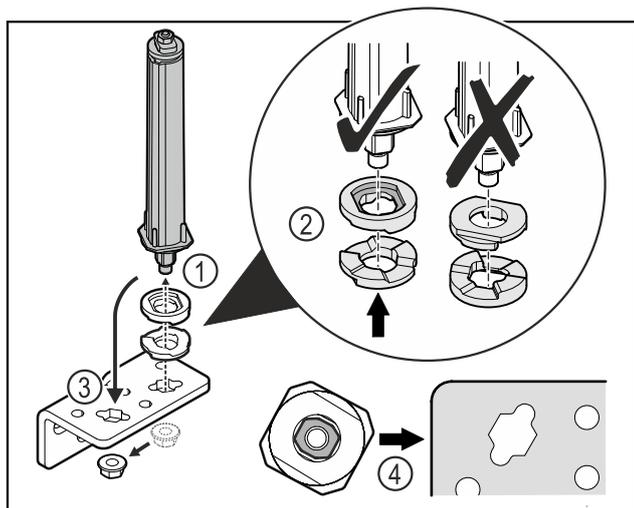

Fig. 34
- ▶ Mutter lösen und Türschließsystem entfernen Fig. 34 (1).
- ▶ Auf die korrekte Ausrichtung der Höhenverstellscheiben achten Fig. 34 (2).
- ▶ Türschließsystem im Scharnierwinkel umsetzen und mit der Mutter fixieren Fig. 34 (3).
- ▶ Beim Einsetzen auf die korrekte Ausrichtung des Türschließsystems achten Fig. 34 (4).